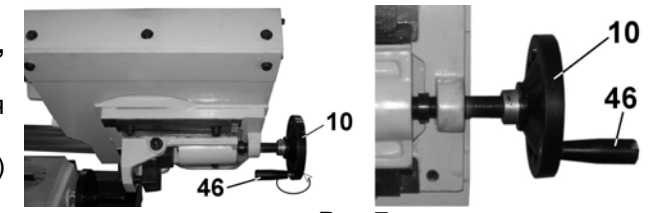

Рис.7
8.4. Установка ручки маховика натяжения пильной ленты, Рис.7